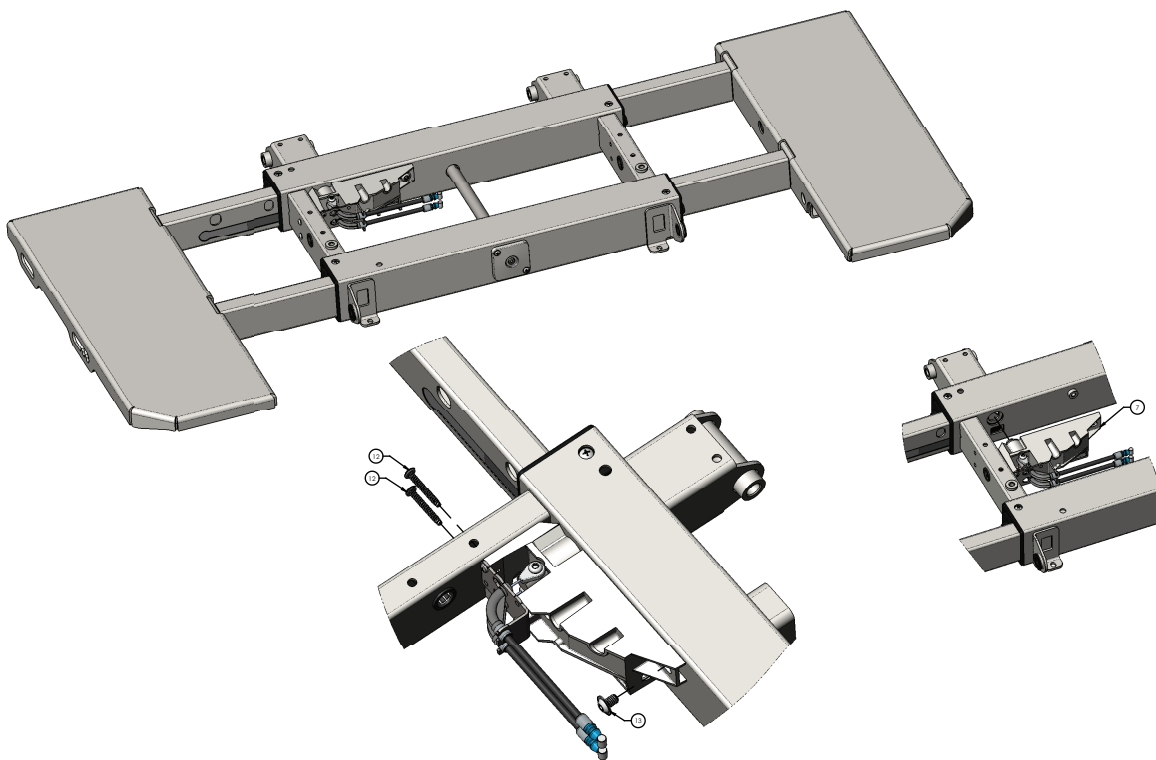

Figure 22 – Remplacement de la carte DPM, pied
10. À l'aide d'une clé Torx T25, retirer et conserver la vis (13) qui fixe l'ensemble DPM (7) au châssis du pied (Figure 22).
11. À l'aide d'une clé Torx T20, retirer et conserver les deux vis (12) qui fixent l'ensemble DPM (7) au châssis du pied (Figure 22).